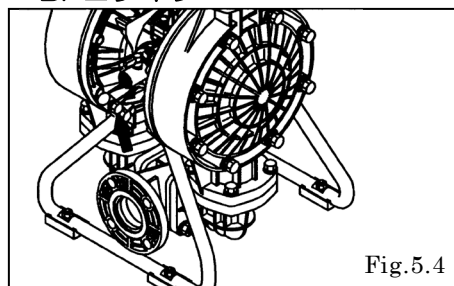

Fig.5.4
- ・スタンドボディ取付ボルト 8 か所 (NDP-H40 は 4 か所) を外し、スタンドボディを取り外す。〔Fig.5.4〕